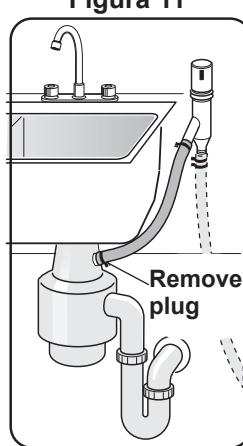

Figura 11
- 4 A la conexión de drenaje para lavadora de platos de un triturador de desechos a través de un espacio de aire, como se muestra en la Figura 11.